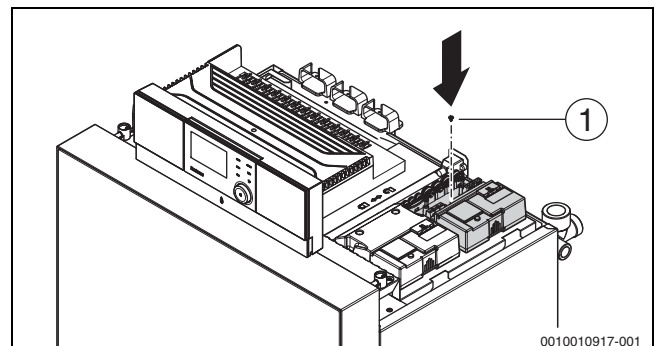

Bild 31 Funktionsmodul verschrauben
- ▶ Funktionsmodul mit Modulträger verschrauben (→Bild 31).